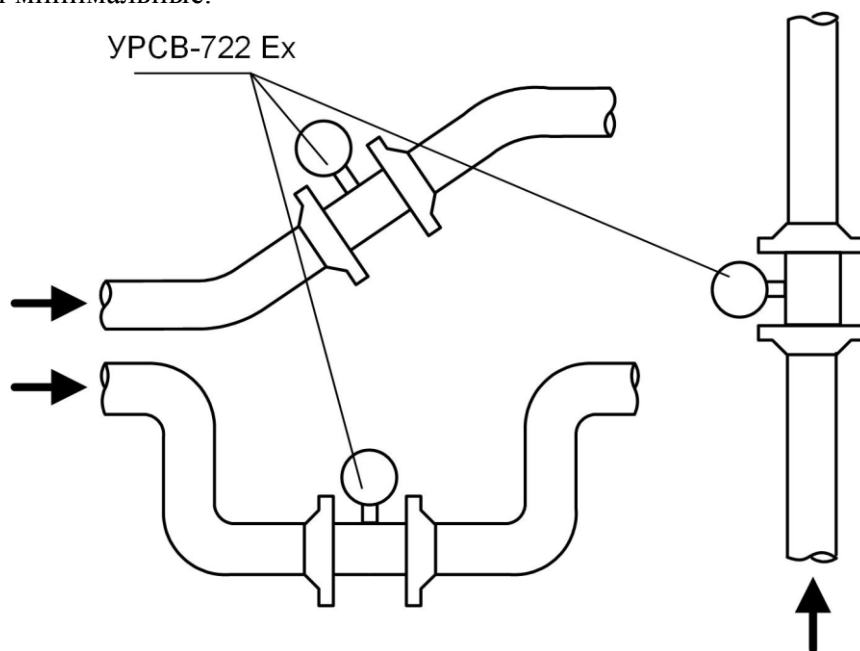

Рис.4 - Рекомендуемые места установки расходомера.
- расходомер не должен располагаться в самой высокой точке трубопровода; наиболее подходящее место для монтажа (при наличии) – нижний либо восходящий участок трубопровода (рис.4);